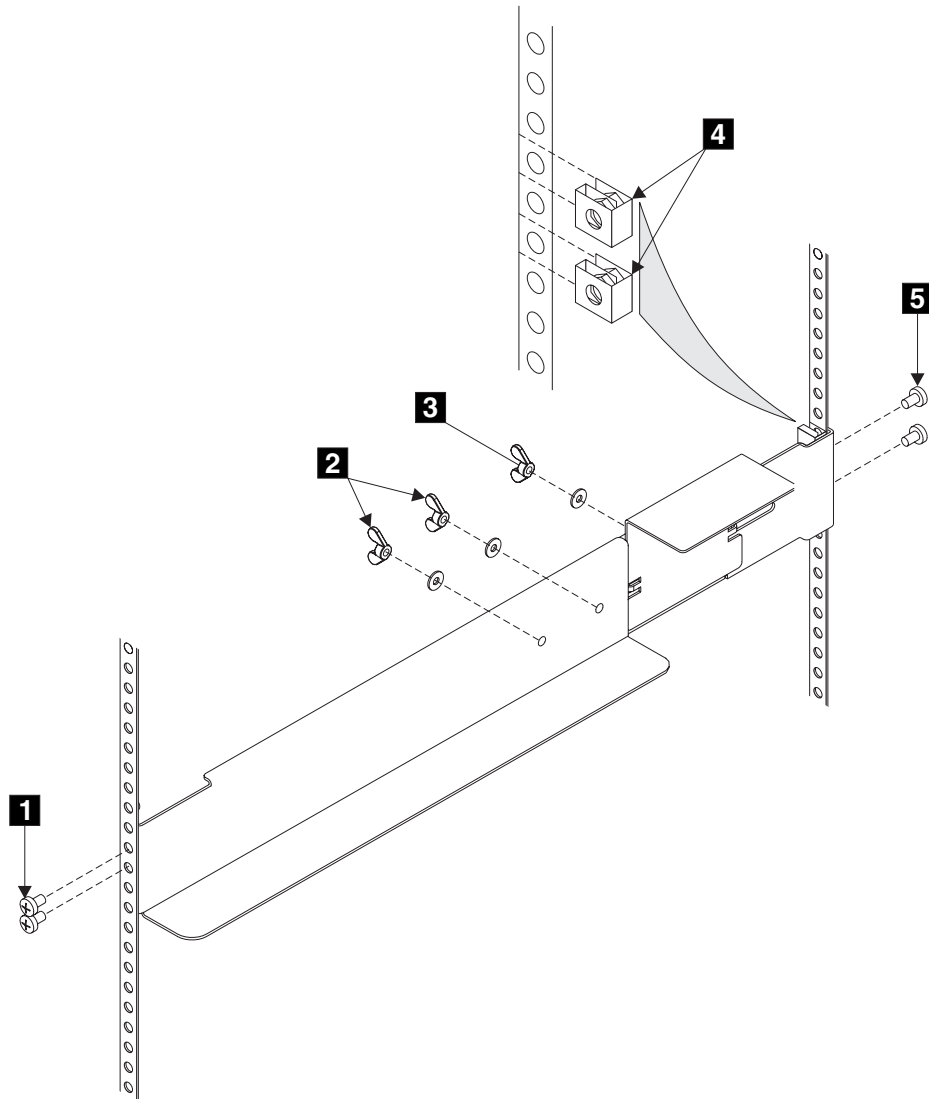

図 183. 2145 UPS のサポート・レールのラックからの取り外し
2. 2 つの調整ウィング・ナット **2** (454 ページの図 183) を緩めます。